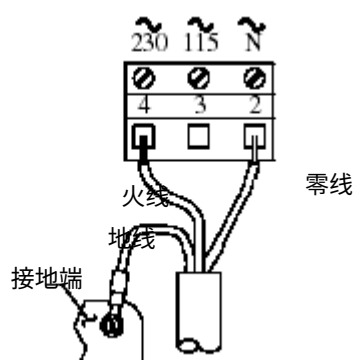

图 2-9 连接 230V 单相电源到序列号前缀为“B”的测定仪
- 对序列号前缀为“A”或无的测定仪，连接到 TB3 的“ground symbol (接地标记)”接线端 1 上。(图 2-9, 2-11 或 2-13).